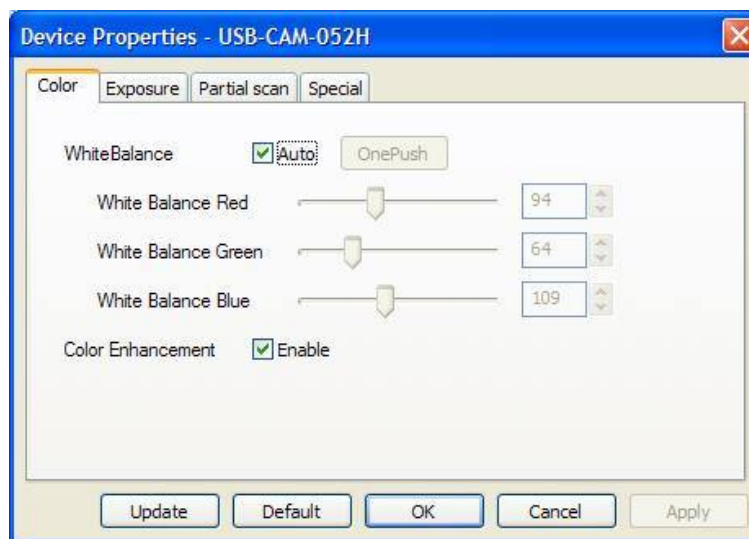

Figure 26: Camera Setting „Properties Color“
- Properties – Color (Figure 26):